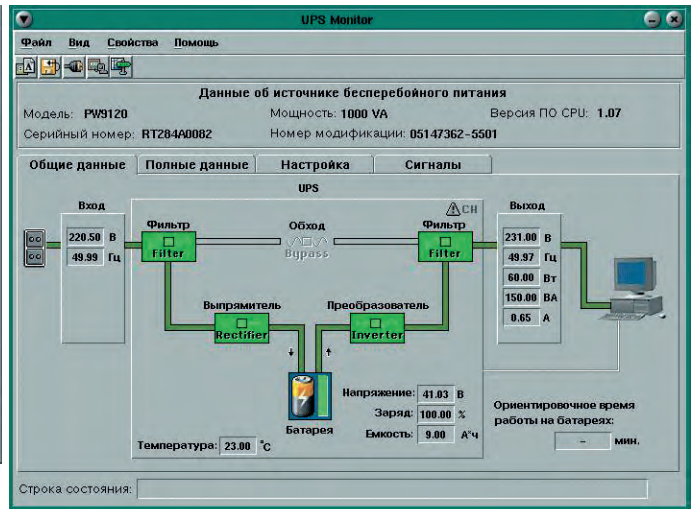

Рис. 9. Отображение состояния ИБП
- программы контроля состояния источника бесперебойного питания Power Ware 9120 (рис. 9);